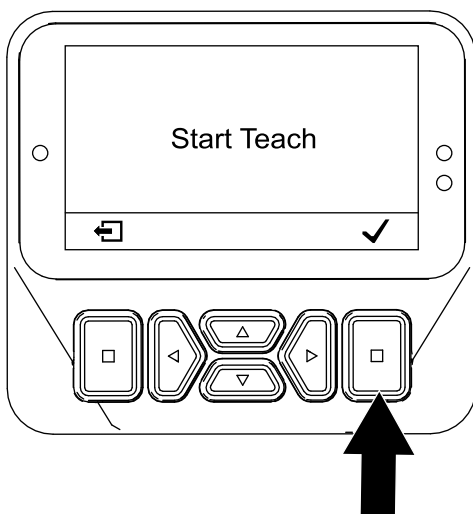

図 63
5. OKを押してティーチを開始画面 (図 63) で、選択ボタンを押す。